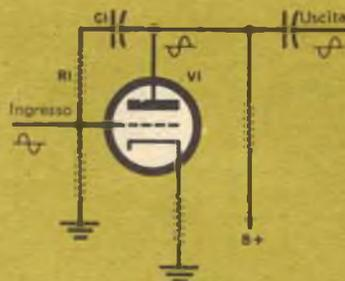

Fig. 1 - R1 e C1 realizzano un circuito a reazione negativa comunemente usato negli amplificatori Hi-Fi.
contiene il circuito di un oscillatore; la maggior parte degli oscillatori a valvola ha un elemento in comune: tutti prelevano una parte del segnale in uscita per riportarlo al circuito di ingresso. Ciò potrebbe sembrare, a prima vista, una controreazione; in effetti è una reazione, ma non già quella di tipo *negativo* usata nei sistemi ad alta fedeltà per ridurre la distorsione: si tratta invece di una reazione di tipo *positivo*. A scopo di confronto, in *fig. 1* e in *fig. 2* sono illustrati due circuiti che impiegano le due specie di reazione: in *fig. 1* appare lo schema di uno stadio amplificatore a reazione negativa, come è comunemente usato negli amplificatori per alta fedeltà; in *fig. 2* è riportato invece un tipo di reazione positiva, usato in numerosi oscillatori audio commerciali. Si noti che i segni di onda sinusoidale messi nei vari punti del circuito di *fig. 2* rappresentano le relazioni
**Fase della reazione** - Riferendoci nuovamente alla *fig. 1* vediamo che attraverso l'azione normale del triodo V1 la fase del segnale di ingresso mandato alla griglia compare sulla placca con fase opposta.
Diamo ora un'occhiata al circuito a reazione positiva di fig. 2. Notiamo che vi sono, qui, due stadi di amplificazione, e ciò non tanto perché si abbia bisogno di realizzare un guadagno maggiore, ma piuttosto perché occorre un tubo in più per imporre al segnale un'ulteriore rotazione di fase di 180°, in modo da riportarlo in fase con il segnale di ingresso. I segni di onda sinusoidale che si vedono in fig. 1 indicano appunto i mutamenti di fase tra il segnale di griglia e quello di placca.